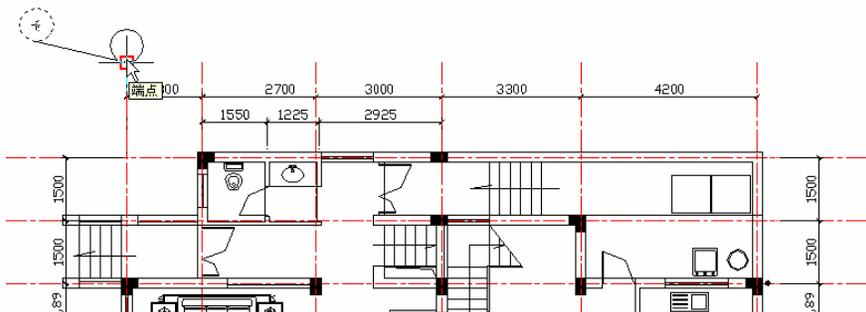

图 9-1-70
- STEP 05** 配合捕捉功能，将绘制好的轴号移动到如图 9-1-70 所示的位置。